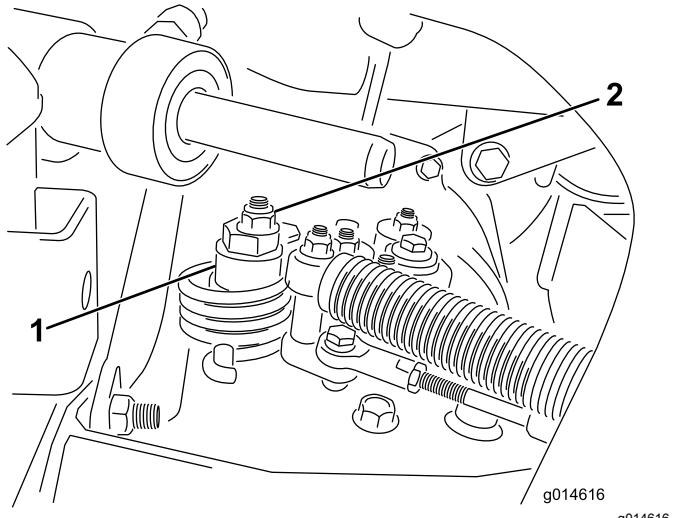

Bild 40
- A. Lösen Sie die Mutter, mit der der Exzenter oben am Hydrostat befestigt ist (Bild 40).
- C. Drehen Sie den Exzenter, bis kein Kriechen in jeder Richtung auftritt. Ziehen Sie die Schraube fest, wenn sich das Rad nicht mehr dreht, um den Exzenter und die Einstellung zu arretieren (Bild 40). Überprüfen Sie die Einstellung, wenn die Gasbedienung in der LANGSAM- und SCHNELL-Stellung ist.